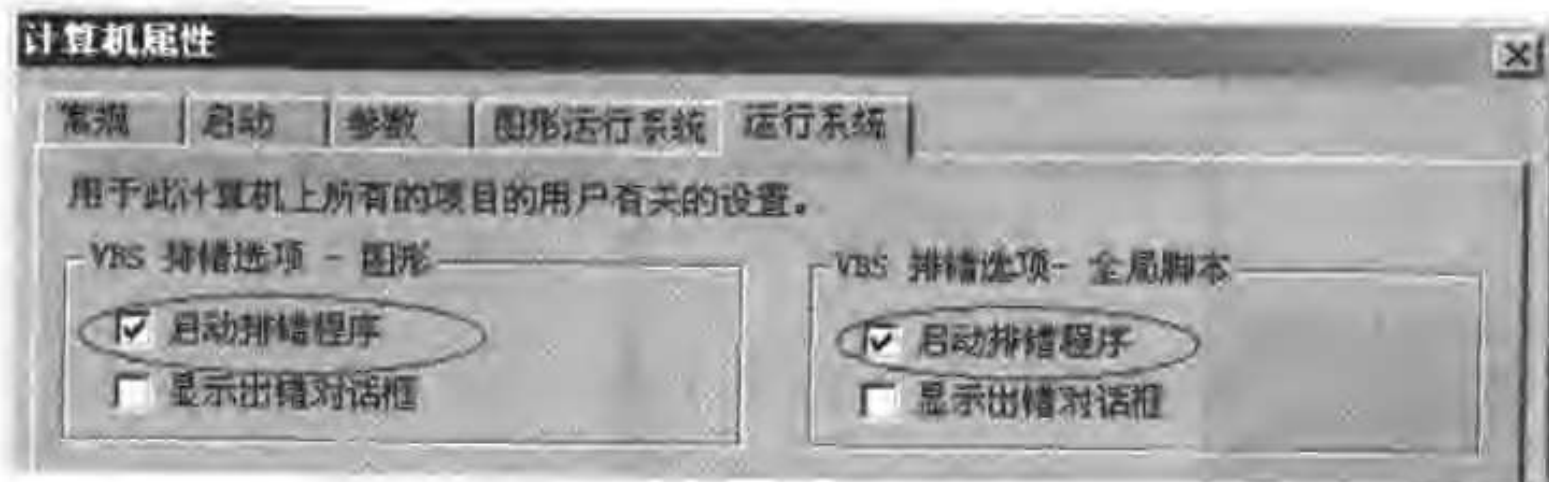

图 10-30 激活脚本调试器
- 激活所需的调试选项。可分别设置全局脚本和图形编辑器中调试器的执行情况，如图 10-30 所示。